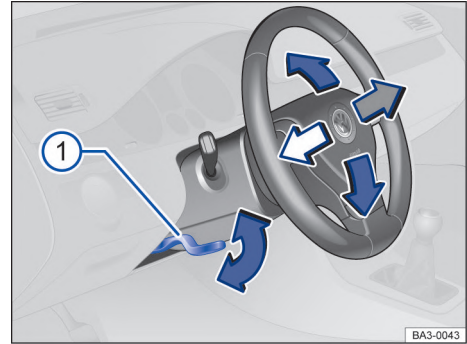

Fig. 61 Debajo y a la izquierda del volante junto con el revestimiento de la columna de dirección: palanca de ajuste de la posición del volante.
- Empujar la palanca hacia abajo sosteniéndola por su empuñadura → fig. 61 ①.